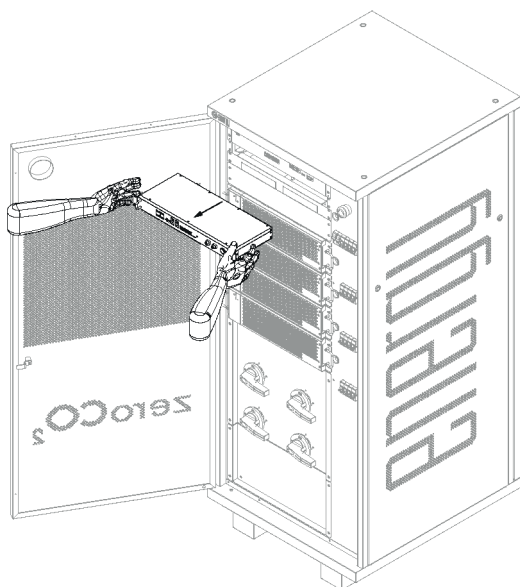

Fig. 7.10 - Sostituzione del modulo MBMS
- Estrarre l'MBMS dal supporto e posizionarlo nel luogo prestabilito (Fig. 7.10).